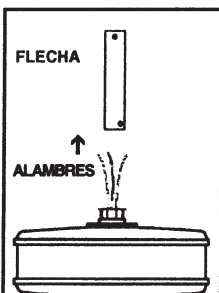

FIG. 8
Paso 4. Cuidadosamente inserte (hacia arriba) los alambres del ventilador a través del montaje de la flecha (Fig. 8). Enrosque el rodillo en la conexión, después ponga los agujeros en línea y después reemplace la chaveta de seguridad y la chaveta móvil. Apriete los tornillos fijos.